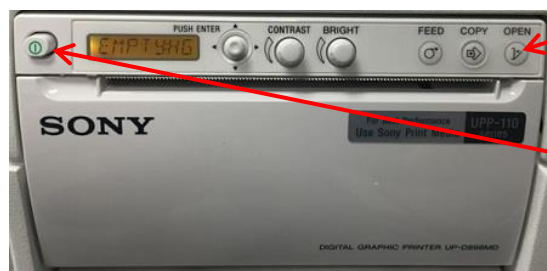

図 72 : プリンタコントロールパネル
2. OPEN (開く) ボタンを押してドアパネルを開く (図72を参照)。